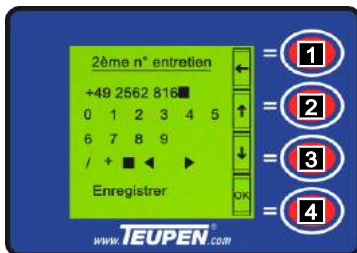

Fig. 92
1. Sélectionner le chiffre ou le caractère spécial souhaité avec les [Touches de fonction] (Fig.92/2 et 3).
2. Confirmer la sélection avec la [Touche de fonction] (Fig.92/4).